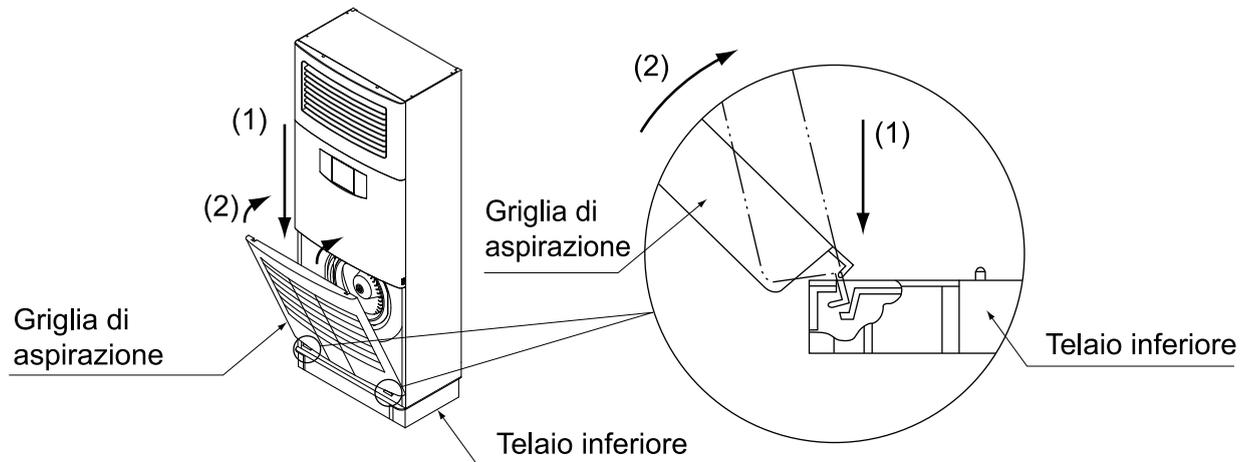

Fig. 40
1. Agganciare la griglia di aspirazione nella scanalatura posta sul telaio inferiore dell'unità, seguendo l'ordine (1)→(2). (Fare riferimento alla Fig. 40)